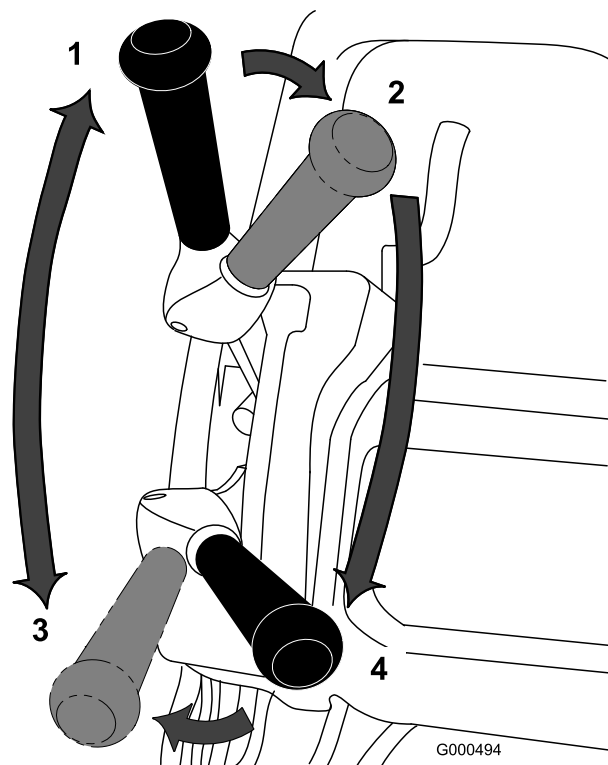

図 35
2. 走行リール回転レバーがニュートラル位置にあることを確認する 図 35を参照。
1. マシンを始動、速度コントロールをゼロにセットし、ハンドルを押し下げてカッティングユニットを上げ、オペレータコントロールOPCを握り、走行レバーを前進にセット 図 35して、ゆっくりと速度を操作して走行速度を上昇させて、グリーンカラー縁に入る。
3. 走行レバーをニュートラル位置にし、それに左に倒して走行—前進にし、リール駆動を一回転位置にする 図 35。